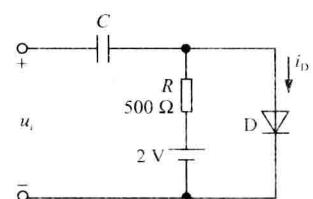

图 1.11
- 1.4** 电路如图 1.11 所示, 二极管导通电压  $U_D = 0.7 \text{ V}$ , 常温下  $U_T \approx 26 \text{ mV}$ , 电容 C 对交流信号可视为短路;  $u_i$  为正弦波, 有效值为  $10 \text{ mV}$ 。